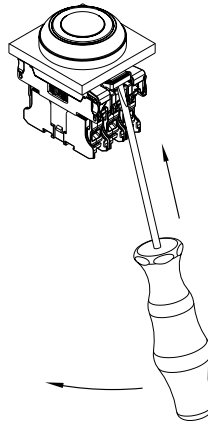

Fig.10
1. Desmontagem do suporte de contacto do flange de montagem (consulte a fig. 10): colocar a chave de parafusos no elemento de encaixe do flange de montagem. Mover ligeiramente a chave de parafusos na direção do elemento de contacto para pressionar o elemento de encaixe para fora. Desta forma, o suporte de contacto solta-se do flange de montagem. Este procedimento deve ser repetido no lado oposto.